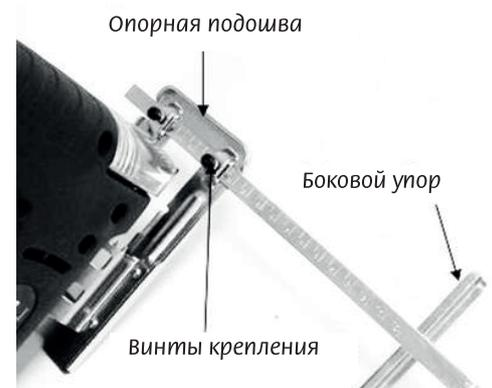

Рис. 4
- Освободите винты крепления параллельного (бокового) упора (См. Рис. 4) на подошве лобзика.